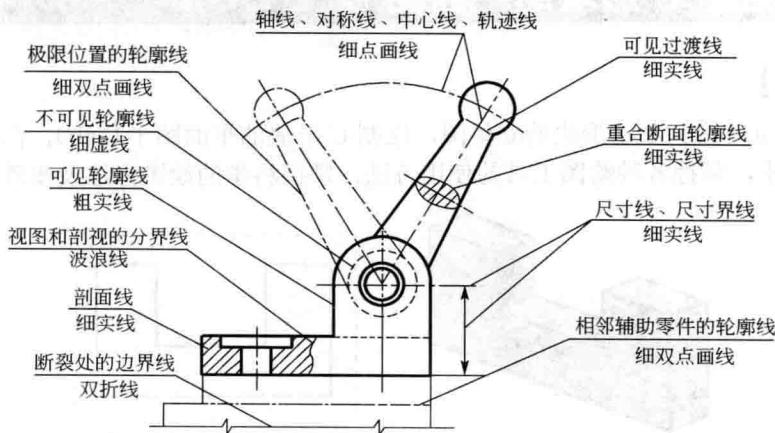

图 1-2 图线的应用示例
- (1) 同一图线中同类图线的宽度应保持一致。
- (2) 线型不同的图线相互重叠时，一般按照粗实线、细虚线、细点画线的顺序，只画出排序在前的图线。
- (3) 细（粗）点画线和细双点画线的起止两端一般为线段而不是点。细点画线超出轮廓线 2~5mm。
- (4) 当图形较小时，可用细实线代替细点画线。
- (5) 细实线在粗实线的延长线的方向上画出时，两图线的分界处有间隙。
- (6) 细点画线、细实线和其他图线相交或自身相交时，应是线段相交。
- (7) 图线应用示例见图 1-2。